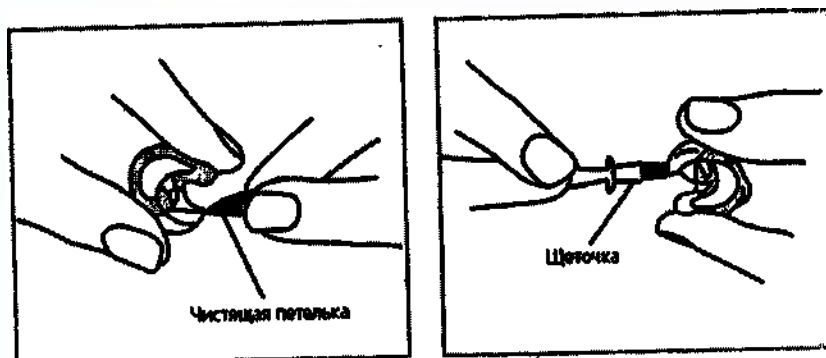

Рисунок 4 – Чистка ушного вкладыша
4.2.5 Ушной вкладыш следует регулярно чистить, рисунок 4. Перед чисткой снимите вкладыш с СА. Очистку и дезинфекцию ушного вкладыша производится теплой мыльной водой. После чистки протрите вкладыш насухо мягкой материей. Капли воды, попавшие внутрь ушного вкладыша, удалите продуванием. Перед присоединением ушного вкладыша к СА убедитесь, что он сухой. Никогда не погружайте ушной вкладыш в дезинфицирующие жидкости, такие как спирт, так как это приведет к высыханию и растрескиванию звукопроводящей трубочки.